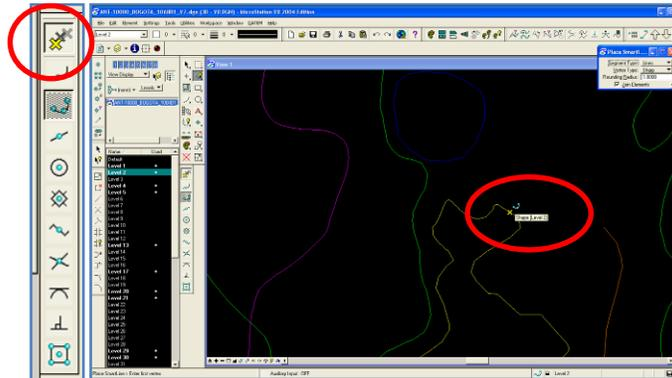

Figura 27. Activación SNAP
6. Active SNAP para garantizar el cierre del elemento para que el vértice final coincida con el vértice inicial y en el proceso posterior de edición puedan construir el polígono, en caso de capturar elementos con geometría poligonal.(Ver Figura 27).